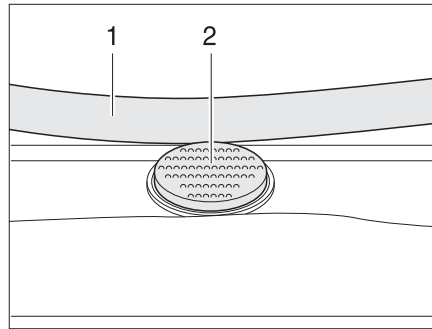

Bild 81 Låsknapp på Heki-takluckan
- Tryck på låsknappen (Bild 81,2) och dra ner bygeln (Bild 81,1) med båda händerna.
- Tryck bygeln uppåt med båda händerna tills bygeln ligger ovanför låsknappen (Bild 81,2).